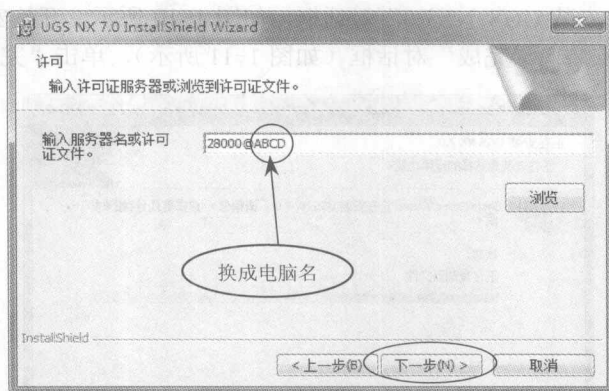

图 1-7 “许可”对话框
(7) 弹出“许可”对话框，如图 1-7 所示。把“ABCD”处改为安装电脑的名称，并单击“下一步”。